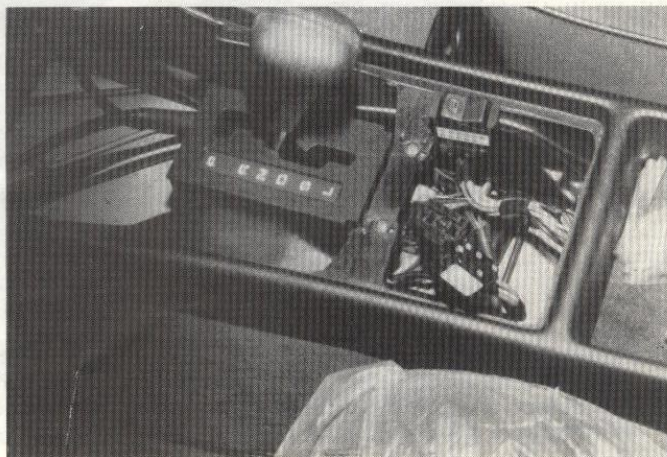
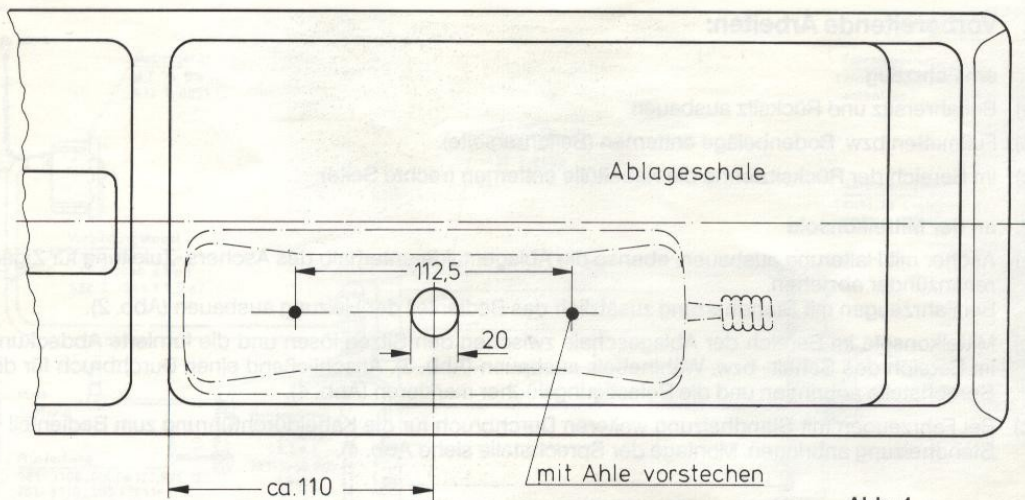

Abb.3
Abb. 4
- b) Mittelkonsole im Bereich der Ablageschale zwischen den Sitzen lösen und die furnierte Abdeckung im Bereich des Schalt- bzw. Wählhebels ausbauen (Abb. 3). Anschließend einen Durchbruch für die Sprechstelle anbringen und die Befestigungslöcher markieren (Abb. 4).
- c) Bei Fahrzeugen mit Standheizung weiteren Durchbruch für die Kabeldurchführung zum Bedienteil – Standheizung anbringen. Montage der Sprechstelle siehe Abb. 4).
Sprechstelle mit Anschlußkabel 781-1310.000 komplettieren, nach Abb. 4 + 7, jedoch in der Mitte der Ablageschale montieren und mit dem Kabelabgang des Verbindungskabels 432 Z 7015 verbinden.